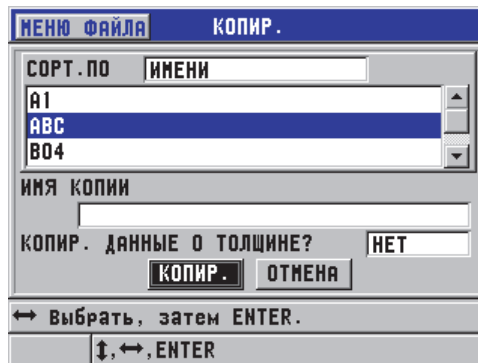

Рис. 6-28 Копирование файла
2. В окне **КОПИРОВАТЬ** (см. Рис. 6-28 на стр. 124):